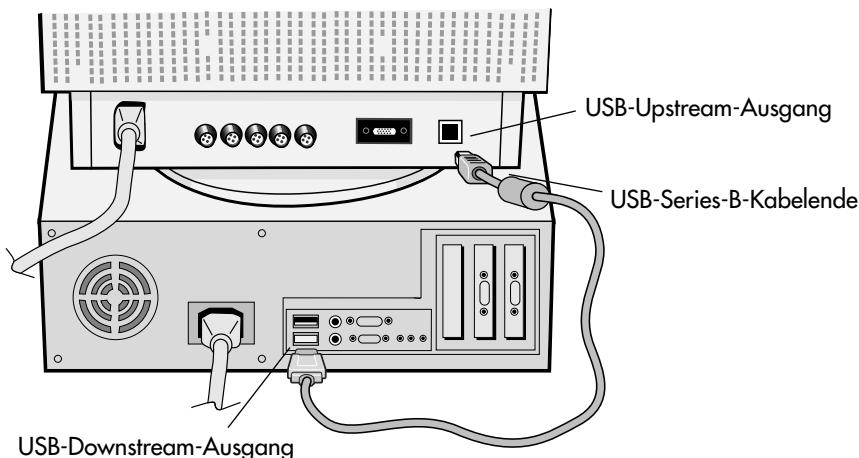

Abbildung 1
1. Vervenden Sie das mitgelieferte USB-Kabel, stecken Sie das USB-Series-B-Kabelende in den USB-Upstream-Ausgang des Monitors (**Abbildung 1**).
2. Stecken Sie das andere Ende des mitgelieferten Kabels in den USB-Downstream-Ausgang Ihres Computers (oder an ein am Computer befindliches USB-Hub (**Abbildung 1**).